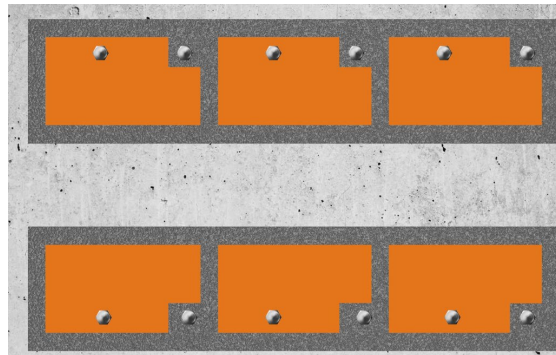

Abbildung 1 – Beispiel für einen Unterfütterungsplan
- Es muss ein Plan für die Unterfütterung der Maschine vorhanden sein, aus dem hervorgeht, wo die Unterfütterung und die Schrauben innerhalb des Damms angebracht werden. Ein Beispiel für einen Unterfütterungsplan ist in Abbildung 1 dargestellt.